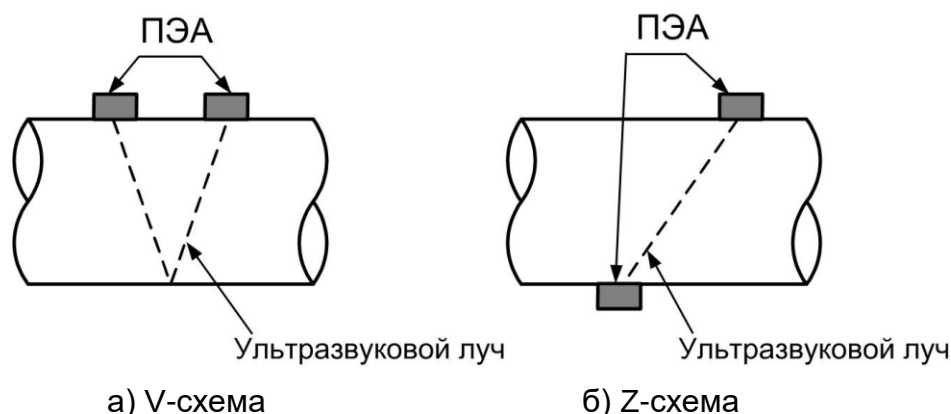

Рис.2. Схемы установки ПЭА на трубопроводе.
n – коэффициент, зависящий от схемы установки ПЭА (см. рис.2):
1.5.1.5. Накладные ПЭА устанавливаются на наружную стенку трубопровода без его вскрытия по следующим схемам (рис.2).